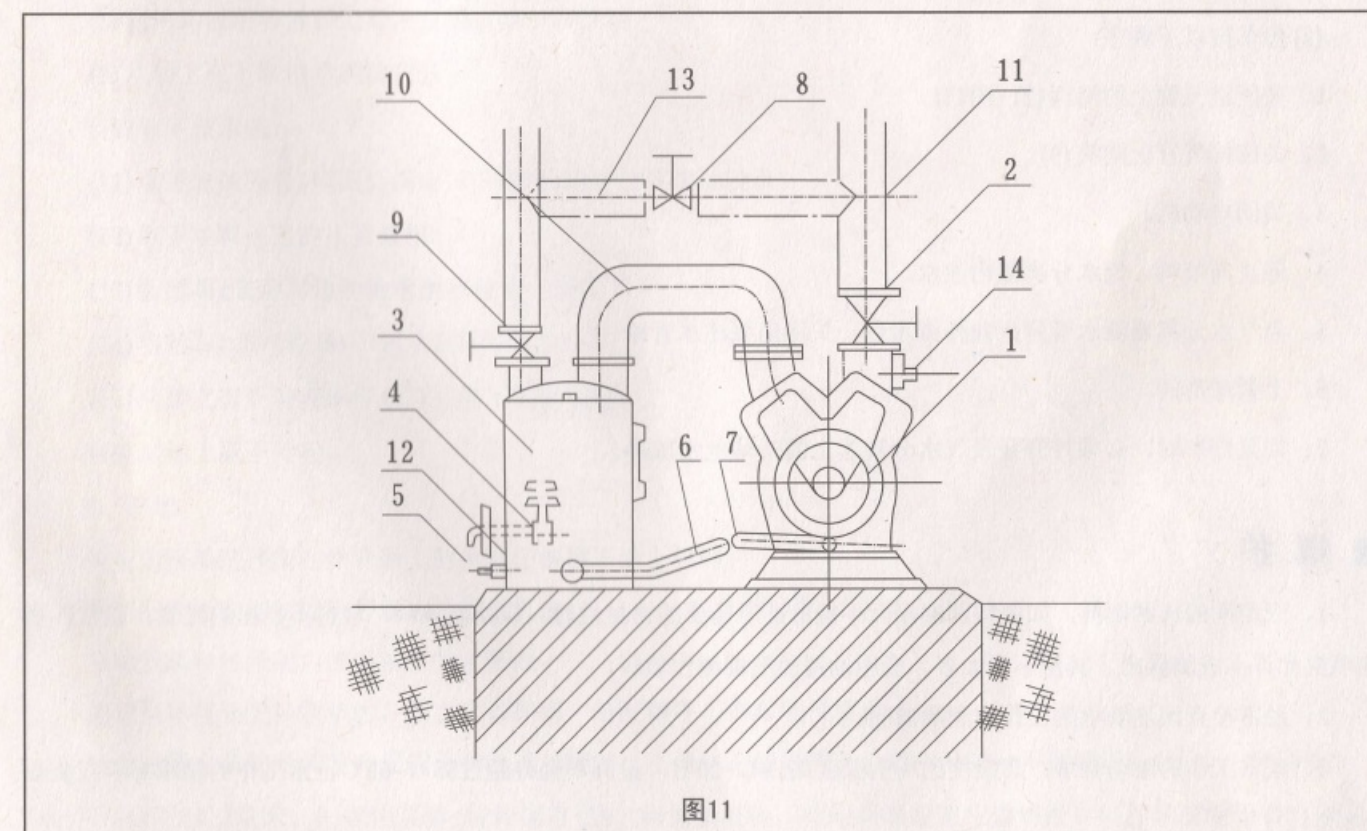

图11
压缩各种气体的装置,根据其使用条件不许将这些气体排出者,应在进气管与排气管之间将一个气管(13)(图11)其直径与装于其上的闸阀(8)直径相同,以便在很大限度内调节气量。
- 1、关闭进气管上的闸阀(2)(图11)。